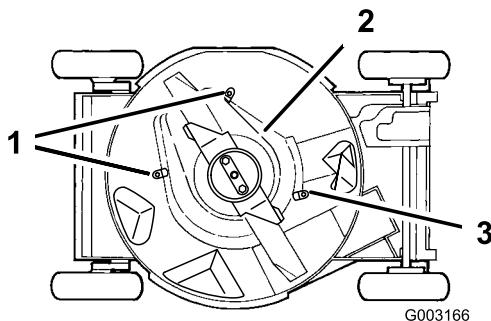

Figura 38
- Per allentare le linguette che fissano il carter della frizione del freno della lama alla scocca, allentate i dadi o i bulloni sulle linguette (Figura 38). Girate le linguette di 180° perché non intralcino.